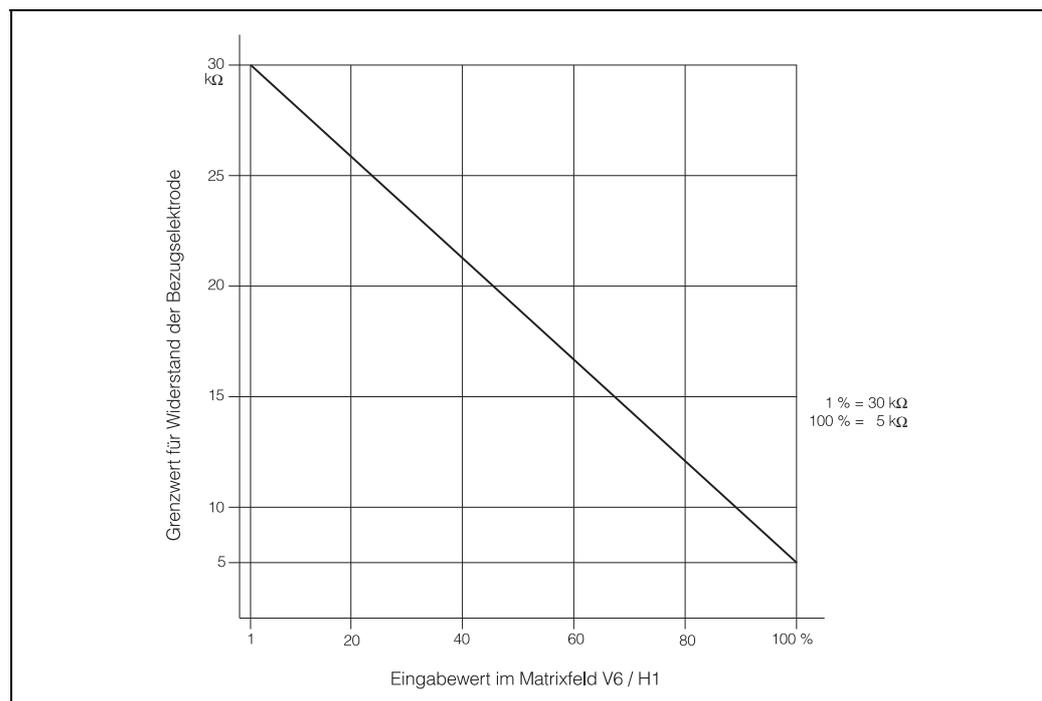

Bild 6.2: Einstellbereich der Störmeldegrenzwerte für Bezugssystem
- den Zustand der Bezugselektrode auf Widerstandserhöhung am Diaphragma (siehe Bild 6.2), sofern im Matrixfeld V6 / H1 ein Alarmgrenzwert $\geq 1 \%$ eingegeben ist.